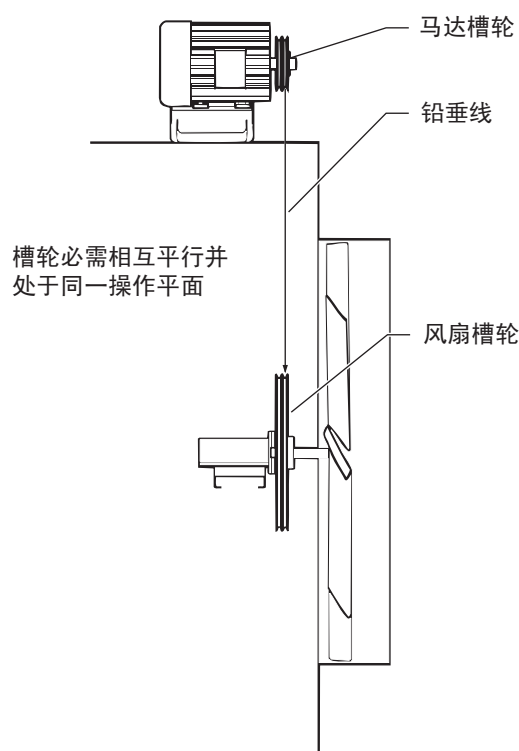

图 4
5. 安装马达槽轮并将其与风扇槽轮对齐。马达支架上有开槽可以帮助对齐。请参见图 3。使用铅垂可以帮助对齐槽轮。请参见图 4。